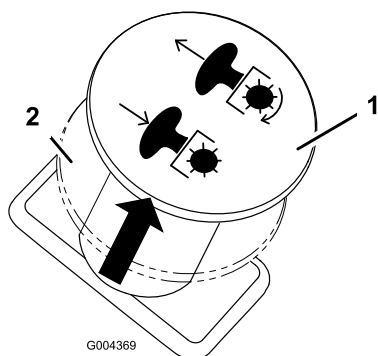

Figura 13
3. Innestate le lame estraendo il relativo comando (Figura 13).
Per disinnestare le lame spostate il relativo comando in posizione Off (Figura 13).